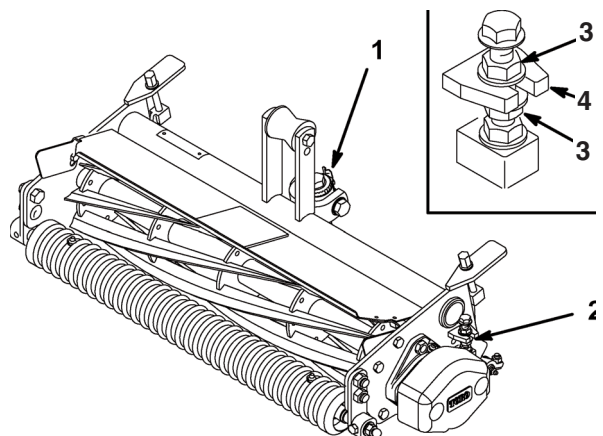

Fig. 2
2. Forviss deg om at knivplaten ikke berører sylindren ved å dreie knivplatus justeringsknapp mot urviserne (fig. 2).
5. Skru flensmutrene (fig. 2, innfelt), øverst og nederst på rammetappen, med eller mot klokken for å heve eller senke enden på motstangen. Den nederste flensmutteren må ikke løsnes. Stram